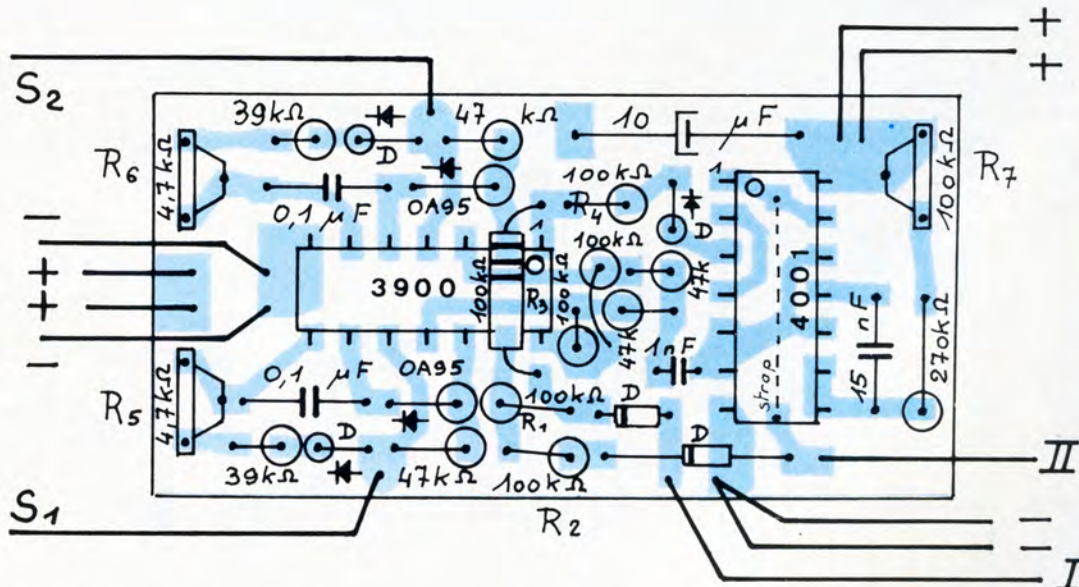

Fig. 9. - Pose des composants du « Mixer » de voies. Relier au verso : les 3 plots + (voir texte) et les 3 -
c) Pose des composants (se reporter à la figure 9). Bien veiller au sens des diodes et des circuits intégrés. Prendre les précautions d'usage ! Ne pas oublier le strap sous le 4001.